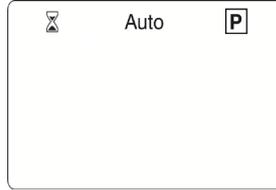

Fig. 14
- 1) premere il tasto (▶) finché viene contornato il simbolo **P** di programma, come in Fig. 14;
- 1) premere il tasto (▶) finché viene contornato il simbolo **P** di programma come in Fig. 14;